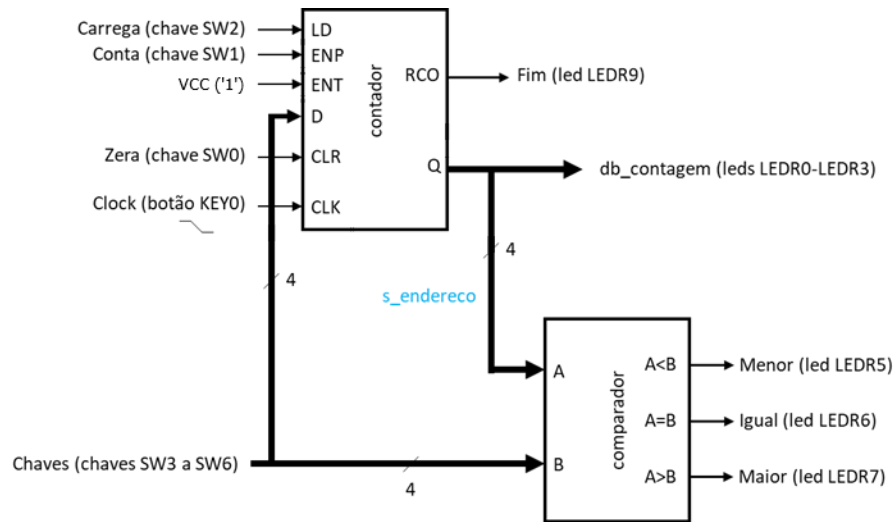
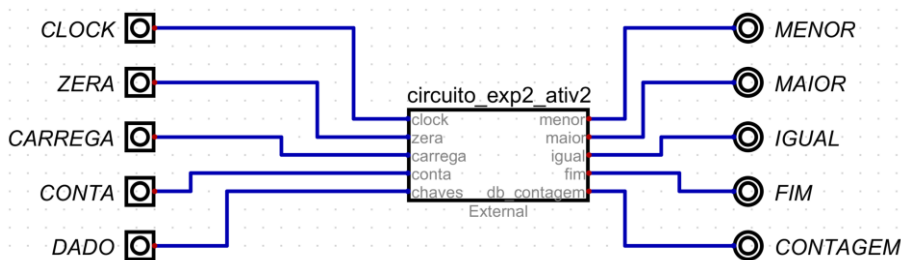
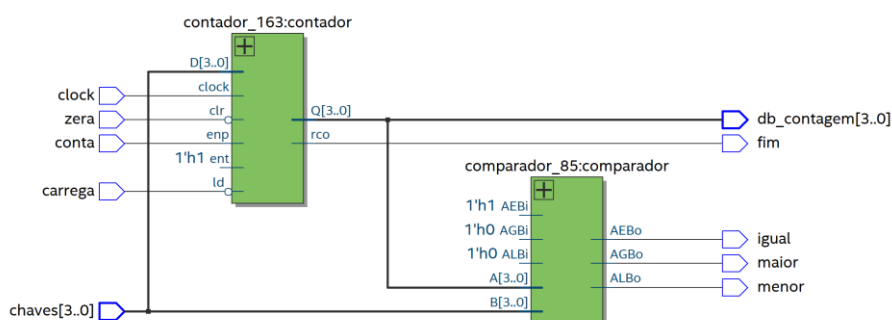

Figura 1: Diagrama de blocos do circuito a ser implementado na Atividade 2
Figura 3: Circuito Digital da Atividade 2 com componente Verilog
Figura 5: Saída RTLViewer do Intel Quartus Prime
- g) Nesta atividade, será projetado o circuito de um fluxo de dados contendo os componentes estudados na atividade anterior. A Figura 1 consiste em um diagrama de blocos com a interligação entre os componentes. Note, também, que um sinal interno ao projeto, denominado `s_endereco`, foi especificado para interligar os componentes do projeto.
- h) Elabore uma descrição estrutural em Verilog do circuito lógico apresentado na Figura 1. Para isso, use os componentes Verilog `contador_163` e `comparador_85` estudados na atividade anterior. Adote a definição do módulo Verilog "circuito_exp2_ativ2" apresentada na Figura 2.
- i) Elabore um projeto no software Digital para simular o circuito Verilog da atividade, representado na Figura 1. Salve o projeto no arquivo `circuito_exp2_ativ2_digital.dig`. A Figura 3 ilustra como o circuito ficará no Digital.
- o) Após criar e compilar o projeto no Intel Quartus Prime, execute a **ferramenta RTL Viewer** (menu Tools > Netlist Viewers > RTL viewer) e analise a saída obtida. A Figura 5 ilustra um exemplo de saída produzida pela ferramenta. No planejamento, inclua a figura gerada pelo projeto do grupo ao Planejamento e comente como o circuito obtido no Quartus se relaciona ao circuito apresentado no diagrama de blocos da Figura 1.